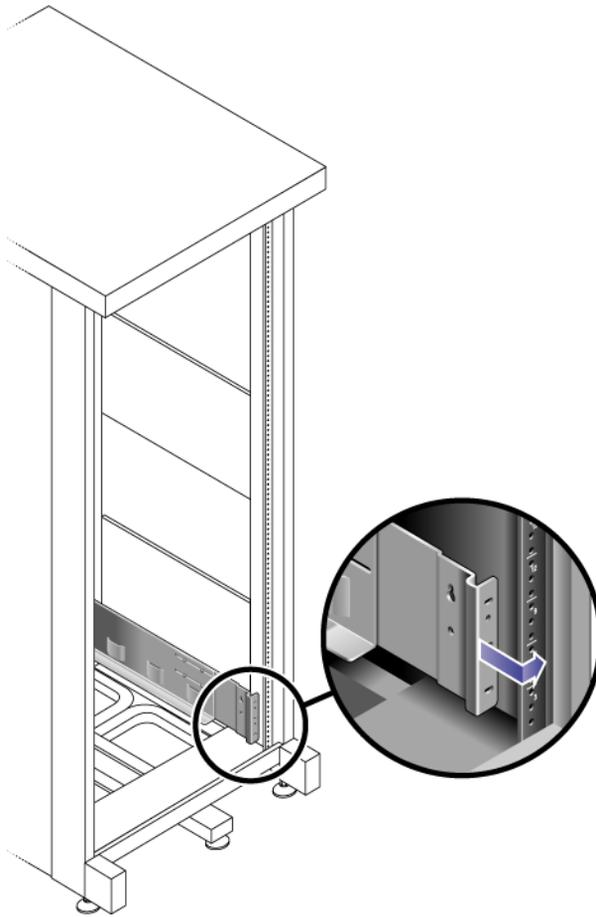

FIGURE 2-4 Réglage de la longueur du rail gauche à l'arrière de l'armoire
- À l'arrière de l'armoire, réglez au besoin la longueur du rail gauche pour qu'il tienne dans l'armoire et placez la bride du rail sur la face du rail de l'armoire (FIGURE 2-4).